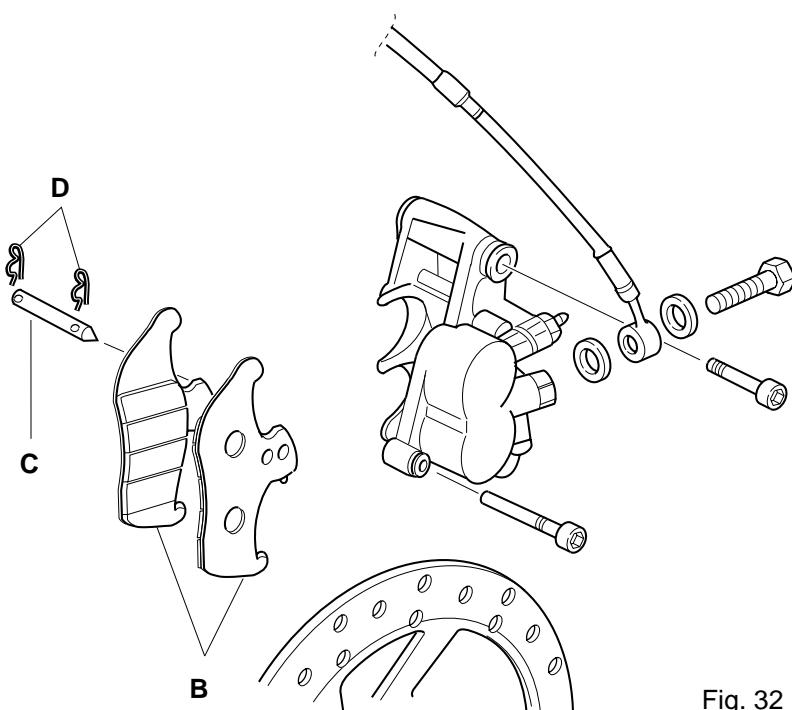

Fig. 32
2. Per raggiungere le pastiglie dei freni, si rimuove dapprima la ruota anteriore, vedi capitolo "Ruota anteriore". Separare poi le pastiglie "B" (Fig.32) il più possibile l'una dall'altra. Togliere le 2 copigli "D", sfilare il pernetto "C" (Fig.32) e rimuovere le pastiglie. Montare quelle nuove. Fare attenzione affinchè il montaggio sia corretto. Controllare il funzionamento del freno con la ruota montata, facendo girare la ruota stessa. Per raggiungere la massima efficienza di frenatura si consiglia di seguire un periodo di rodaggio per le pastiglie.
2. To gain access to the brake pads, first remove the front wheel as described under the heading "Front wheel". Then begin by separating the brake pads "B" (Fig.32) as far apart as possible. Remove the split "D", the pin "C" (Fig.32) and remove the pads. Fit new pads. Take care to fit the new pads correctly. After fitting the wheel, spin it and check the performance of the brake. To achieve the best possible brake performance, run the pads in gently and carefully.
2. Zum Aus-/Einbau der Bremsbeläge muß das Vorderrad ausgebaut werden, s. Abschn."Vorderrad". Da-nach zuerst die beiden Bremsbeläge "B" (Abb.32) möglichst weit auseinanderdrücken. Den Splint "D" und den Spannstift "C" (Abb.32) entfernen und die Bremsbeläge herausnehmen. Beim Einbau der Beläge auf vorschriftsmäßige Sitz achten. Die Funktion der Vorder-radbremse bei eingebautem Rad kontrollieren - das Rad muß sich leicht und frei drehen. Um beste Brems-wirkung wu erzielen, sollten neue Bremsbeläge vorsichtig und ohne Gewaltbremsungen eingefahren werden.
2. Pour accéder aux garnitures, il faut déposer la roue avant, selon le chapitre "Roue avant". Ecartez autant que possible les garnitures "B" (Fig.32) l'une de l'autre. Enlevez les deux goupilles "D", le pivot "C" (Fig.32) et déposez les garnitures. Posez des garnitures neuves, en veillant à les installer cor-rectement. Vérifiez le fonctionnement du frein en faisant tourner la roue. Pour la meilleure force de freinage, il convient de roder les garnitures avec la plus grande prudence.